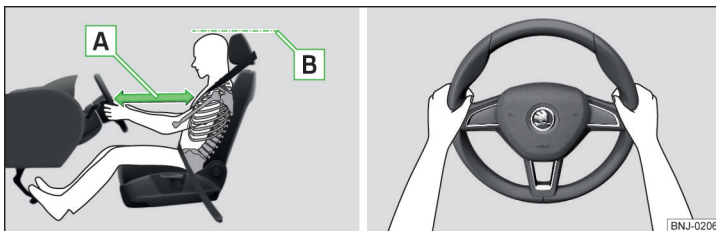

Fig. 15 Posizione corretta del conducente / Posizione corretta del volante
- ✓ Impostare il volante in maniera tale che la distanza tra il volante e il petto sia pari a min. 25 cm » fig. 15 - [A].
- ✓ Regolare il poggiatesta in modo che il bordo superiore del poggiatesta si trovi il più possibile alla stessa altezza della parte superiore del proprio capo (non vale per sedili con poggiatesta integrati) » fig. 15 - [B].
- Durante la marcia tenere il volante con entrambe le mani afferrandolo lateralmente al bordo esterno nelle posizioni "ore 9" e "ore 3" » fig. 15. Non tenere mai il volante nella posizione "ore 12" o in altre posizioni (ad es. al centro del volante, al bordo interno del volante e simili). In caso contrario, all'attivazione dell'airbag ci si potrebbe provocare lesioni alle braccia, alle mani e alla testa.
- ✓ Regolare il poggiatesta in modo che il bordo superiore del poggiatesta si trovi il più possibile alla stessa altezza della parte superiore del proprio capo » **fig. 15 a pag. 19 - [B]** (non vale per sedili con poggiatesta integrato).
- ✓ Regolare i poggiatesta in modo che il bordo superiore dei poggiatesta si trovi il più possibile alla stessa altezza della parte superiore della propria testa » **fig. 15 a pag. 19 - [B]**.